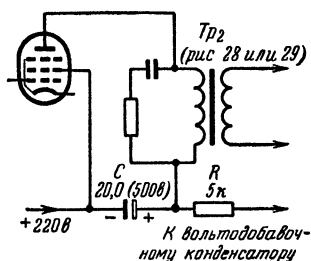

Рис. 30. Схема питания анодной цепи повышенным напряжением от вольтодобавочного конденсатора в генераторе строчной развертки.
**Л.** — Полезно рассмотреть еще один вариант анодного питания выходной лампы (рис. 30). Лампа питается повышенным напряжением от вольтодобавочного конденсатора строчной развертки. Значение сопротивления  $R$  может быть в пределах 2—8 ком.